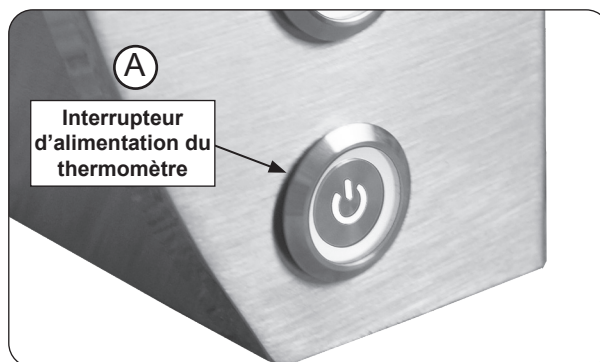

Fig. 34-1 Appuyez sur l'interrupteur d'alimentation du thermomètre
2. Ouvrez le gaz à sa source. Ensuite, appuyez sur l'interrupteur d'alimentation du thermomètre (voir Fig. 34-1, A). Les commandes numériques s'illumineront.
Pour éteindre l'unité, appuyez sur l'interrupteur d'alimentation du thermomètre (voir Fig. 34-1).